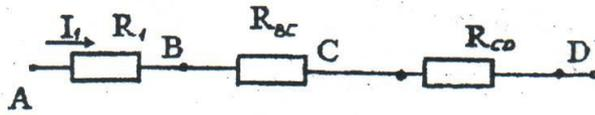

Рисунок 9 - Электрическая схема
Схема принимает вид, приведенный на рис. 9.
7. Переходя от схемы к схеме в обратном порядке, найдем остальные токи. Так как схема, изображенная на рис. 9, представляет последовательное соединение участков АВ, ВС, СД, то на основании первого свойства этого вида соединения следует, что $I = I_{AB} = I_{BC} = I_{CD} = 5 \text{ А}$, ($I_1 = I_{AB} = 5 \text{ А}$)